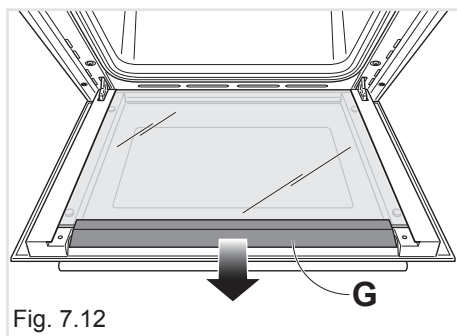

Fig. 7.12
- Retirer doucement le déflecteur "G" en haut de la porte du four (fig. 7.12).